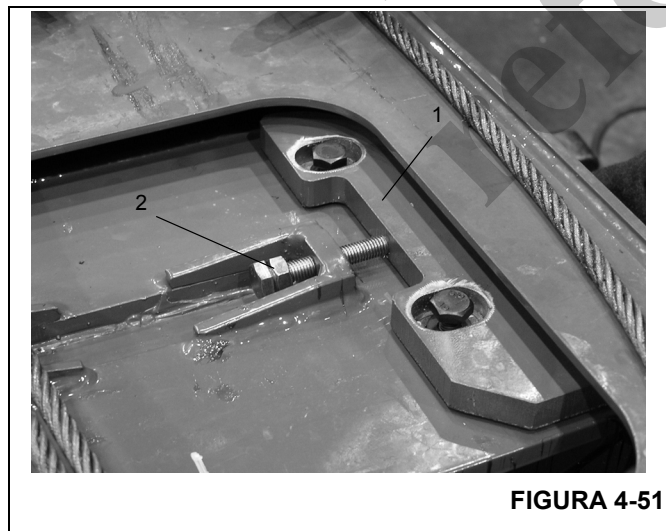

FIGURA 4-51
10. Inserte las almohadillas de desgaste y sujetadores (Figura 4-51, 1) en los lados izquierdo y derecho de la sección de extremo.
11. Mida y ajuste las almohadillas de desgaste hasta que la sección de extremo esté centrada  $\pm 1$  mm (0.04 pulg) en la sección central exterior. Aplique pasta selladora Loctite a la contratuerca (Figura 4-51, 2) y apriétela.